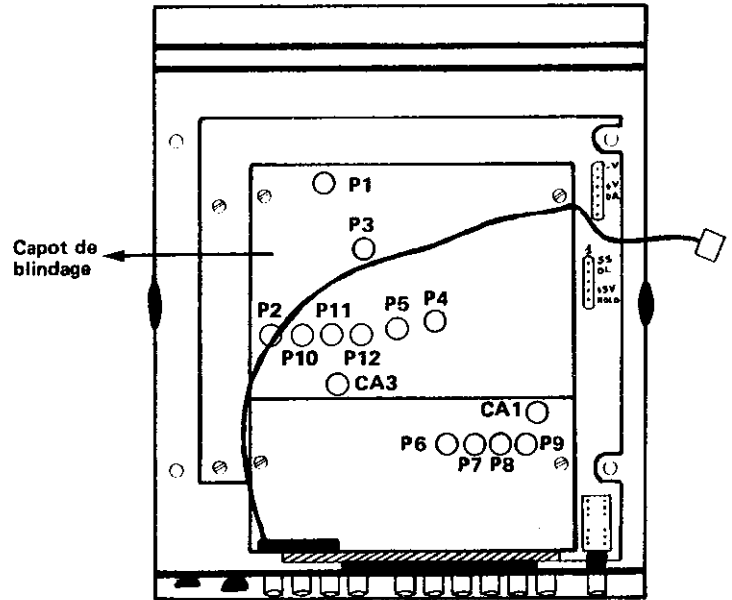

FIGURE 16
7.7.2 - PROCEDURE (voir figure 16)
Le capot de blindage représenté sur la figure 16 comporte des trous d'accès aux différents réglages.